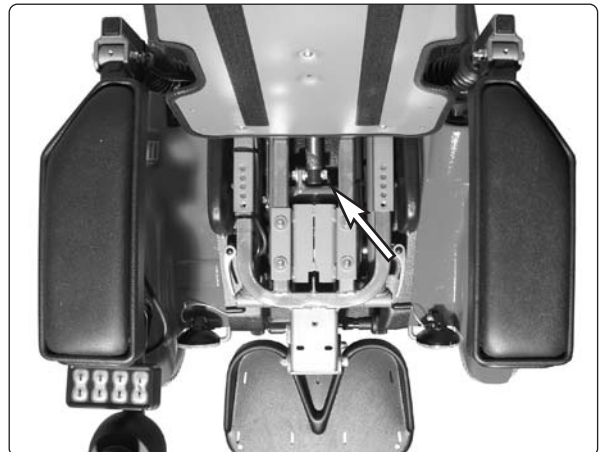

Abb. 36. Vordere Halterung Stellglied.
6. Schrauben Sie die vordere Befestigungsschraube des Stellglieds ab, siehe Abb. 36.